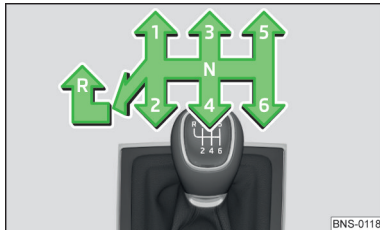

Abb. 251
Auf dem Schalthebel ist das Schaltschema für die einzelnen Gangstellungen dargestellt » Abb. 251.
- › Den Schalthebel nach unten drücken, völlig nach links und dann nach vorn in **R**-Stellung stellen » Abb. 251.